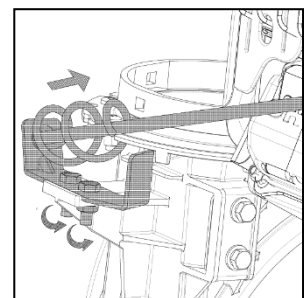

Abb. 46
2. Ziehen Sie die Muttern an. Siehe Abbildung 46.